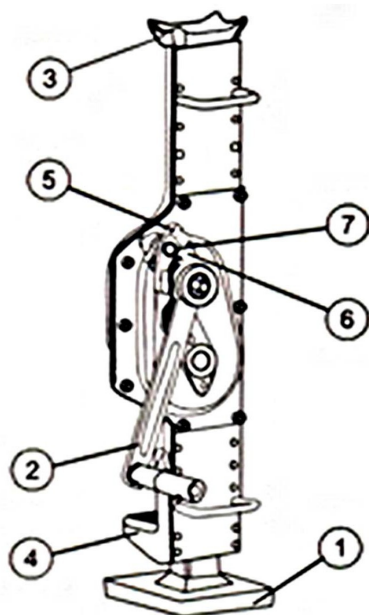

Рис.1 Домкрат реечный
Домкрат реечный (Рис. 1) состоит из основания (1), относительно которого с помощью рукоятки (2) по рейке вверх-низ движется корпус. Вверху корпуса расположена платформа (верхняя) для поднятия грузов (3); для поднятия низкорасположенных грузов внизу корпуса расположен коготь для низкого подхвата (4). В средней части корпуса расположены верхний (5) и нижний (6) упоры, предотвращающие самопроизвольное опускание под нагрузкой, которые посажены на одну ось и закреплены стопорной шайбой (7).